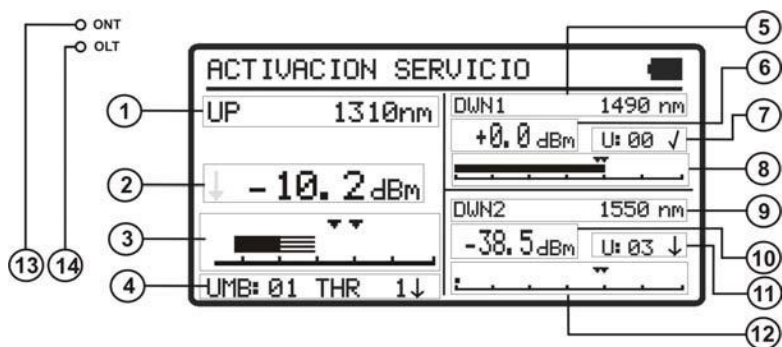

Figura 10.- Pantalla **ACTIVACIÓN SERVICIO**.
- 3.- Pulse **SEL**  [4] para entrar en la pantalla (ver figura 10).